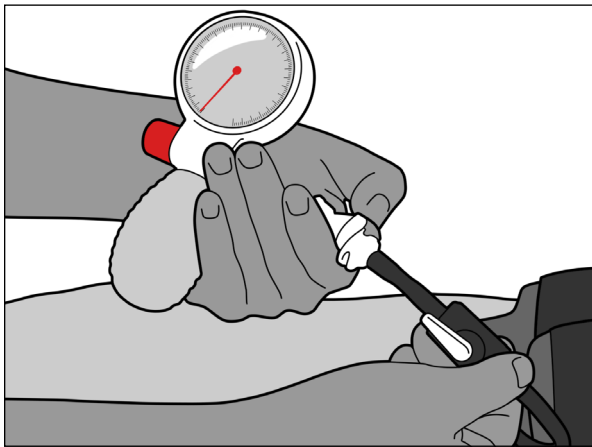

Figure 15
2. Débrancher la pièce de déconnexion rapide en appuyant sur le bouton gris (Figure 15).